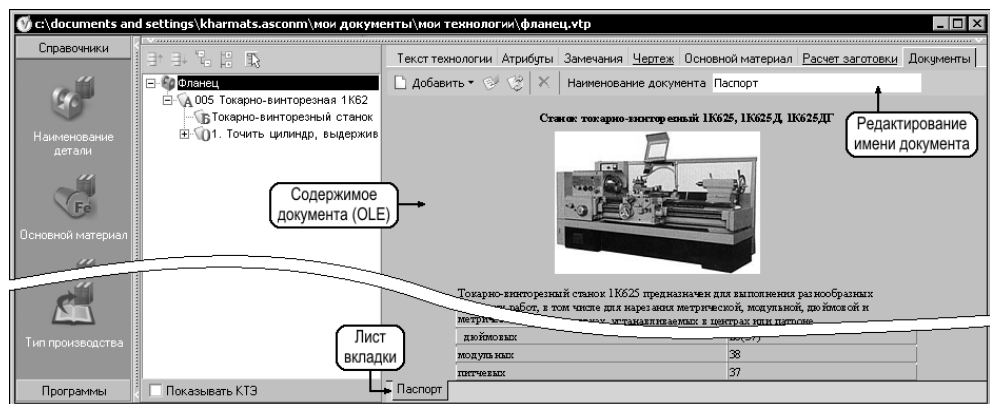

Рис. 9.24. Вкладка **Документы**
Все операции над документами (кроме их редактирования), подключенными к техпроцессу, выполняются на вкладке **Документы** дерева ТП (курсор должен быть установлен на элемент «Деталь» в дереве ТП). Содержимое документов отображается на также вкладке **Документы** (рис. 9.24). Для отображения содержимого документов применяется технология OLE.
3. При необходимости измените имя подключенного документа — введите новое имя в поле **Наименование документа** (рис. 9.24). Это имя будет использовано как название листа, на котором размещен документ.